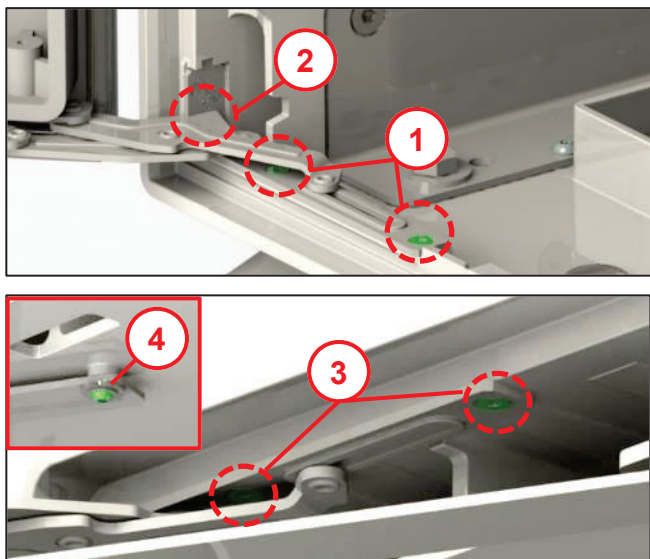

Abb. 61
- Neues Gehäuse auf Sockel setzen und Türscharniere wie bei Abb. 61 wieder montieren.